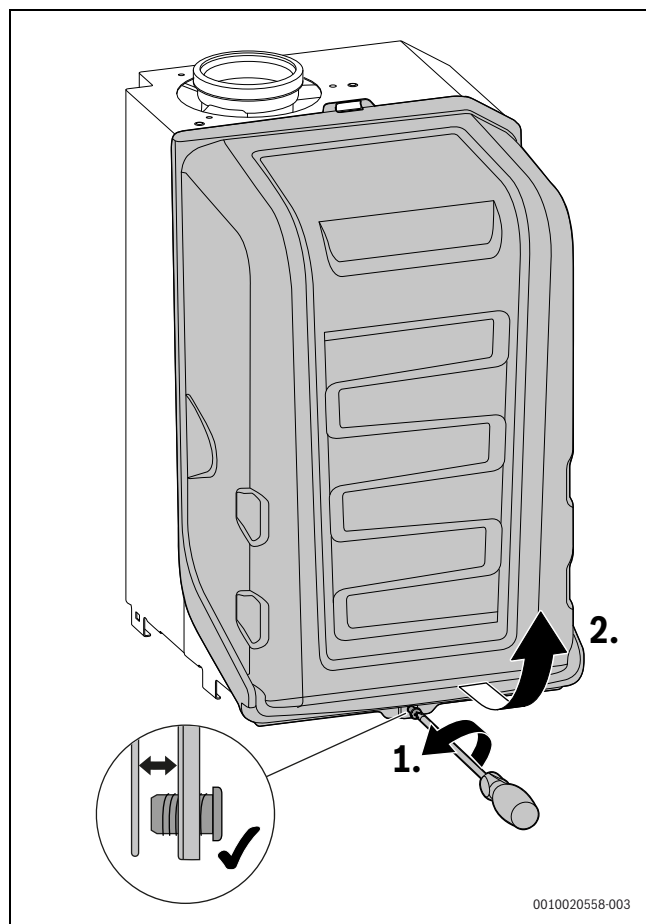

Fig. 131 Retirer le capot du brûleur
- ▶ Retirer le capot du brûleur (→ fig. 131, page 70).